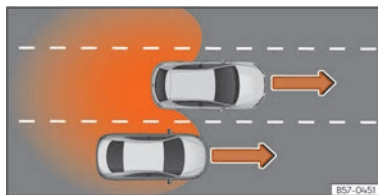

Fig. 130 Adelantamiento en el carril central e incorporación posterior al carril derecho.
- Cuando se adelanta a otro vehículo »» **fig. 130** con una diferencia de velocidad de aprox. 10 km/h (6 mph). Si el adelantamiento es considerablemente más rápido, no se muestra ninguna indicación.